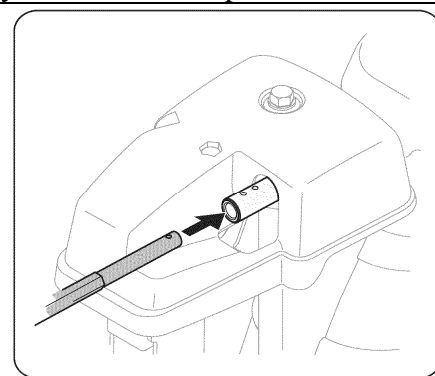

Рис. 3
3. Установите круглым концом тягу управления желобом во вход центральной части управления желобом до максимально возможного положения, сохраняя тягу в положении, чтобы отверстие на ней было направлено вверх. (См. Рис. 3).